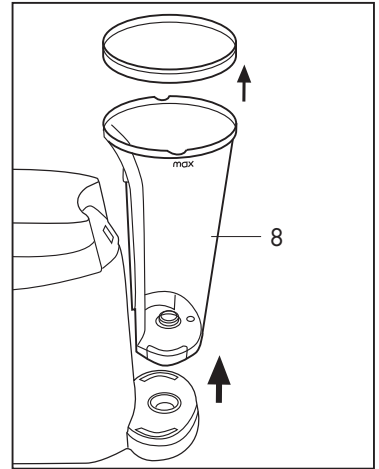

Fig. 1
- Entfernen Sie den Behälter (8) vom Gerät, indem Sie ihn nach oben ziehen, und entfernen Sie dann den Deckel (**Abb.1**)